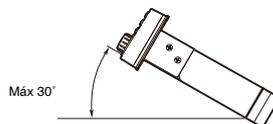

Figura 2
- Instale la unidad a menos de 30° del plano horizontal. (Figura 2)